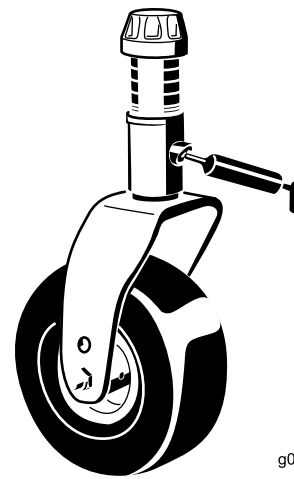

Рисунок 49
- Втулка вала вилки поворотного колеса (1 шт.) (Рисунок 49)